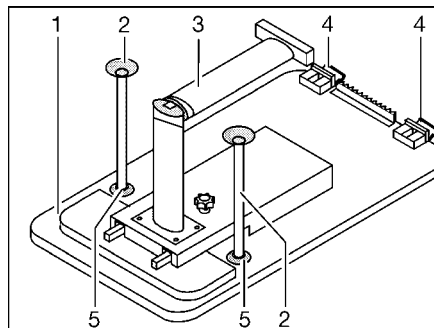

Bild 95 Sängbotten
- Lyft upp bordsskivan (Bild 95,1) något framtill.
- Lossa bordsbenet (Bild 95,3) vid ledgången och fäll in det.
- Sväng upp bordsskivan ca 45° och haka loss hållarna (Bild 95,4) ur den övre skenan.
- Sätt, beroende på modell, in de två extra stödbenen (Bild 95,2) i fästena (Bild 95,5) på bordsskivans undersida.